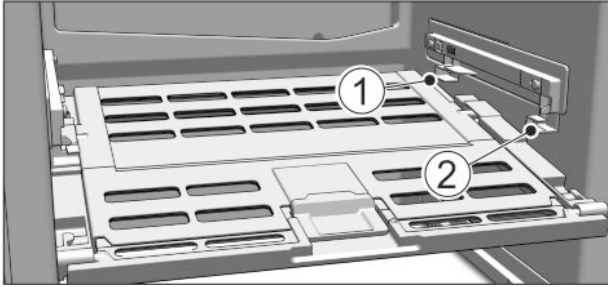

Fig. 48
- ▶ Deckel Fruit & Vegetable-Safe einsetzen: Deckelstege von unten in die hintere Halterung Fig. 48 (1) einführen und vorne in die Halterung Fig. 48 (2) einrasten.